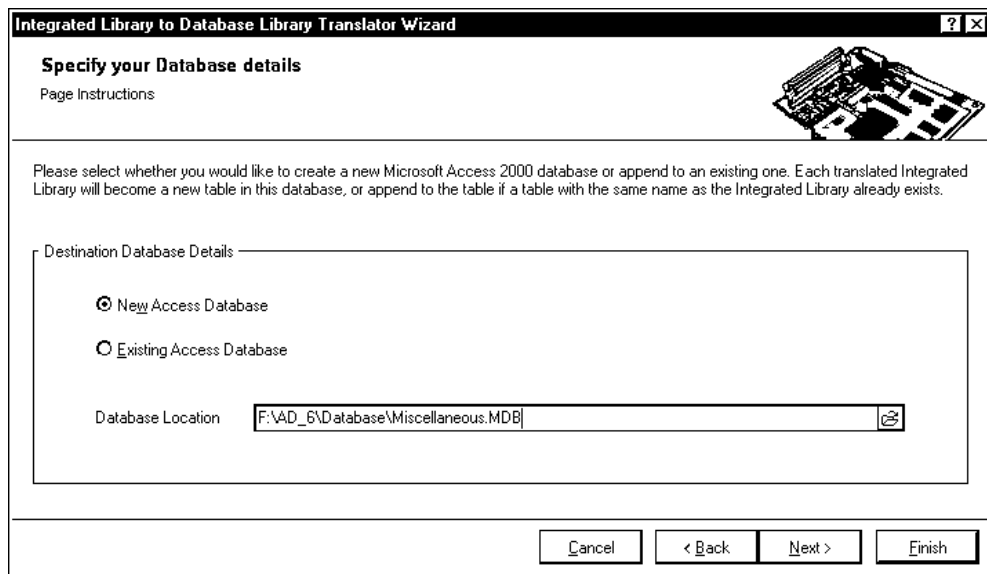

Рис. 11.18. Мастер конверсии интегрированной библиотеки Altium Designer в библиотеку базы данных: объявление пути и имени базы данных для размещения результатов
1. Во вновь образованном или текущем активном DBLib-файле нужно выполнить команду главного меню **Tools | Import from Integrated Libraries**. Откроется первая страница мастера конверсии (рис. 11.18).